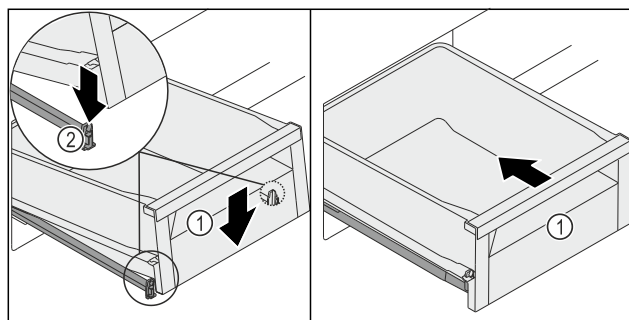

Fig. 124
- Спуснете чекмеджето Fig. 124 (1) отпред, така че чекмеджето да се плъзне отляво и отдясно в скобата Fig. 124 (2).
- Чекмеджето Fig. 124 (1) се фиксира с щракване.
- Вкарайте чекмеджето Fig. 124 (1).